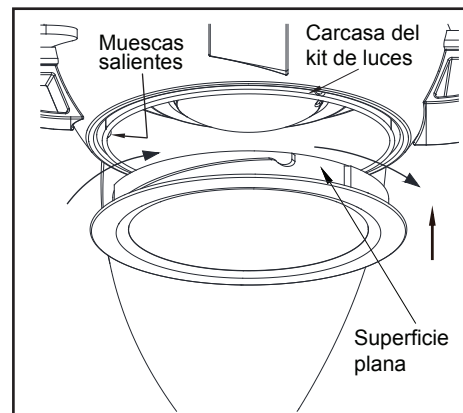

Figura 16
5. Coloca el tazón resistente a impactos dentro de la carcasa del kit de luces alineando las tres áreas planas en la parte superior del tazón con las tres muescas salientes en la carcasa. Gira el tazón resistente a impactos hacia la derecha hasta que se detenga. (Figura 16)